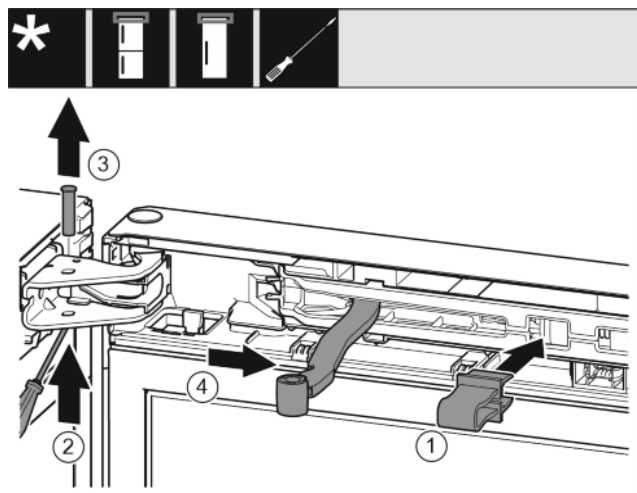

Fig. 7
- ▶ Zakvačite osigurač u otvor. *Fig. 7 (1)*
- ▶ Odvijačem gurnite van svornjake. *Fig. 7 (2)*
- ▶ Skinite svornjake prema gore. *Fig. 7 (3)*
- Okrenite zglob u smjeru vrata. *Fig. 7 (4)*